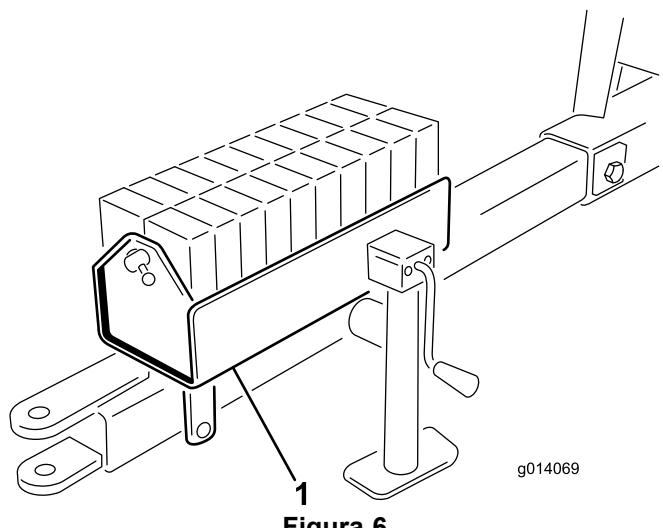

Figura 6
4. Montate la scatola della zavorra sull'attacco di traino con (2) bulloni da 1/2 x 5-1/2 poll. e dadi di bloccaggio e fissate.
5. Riempite la scatola della zavorra con i pesi, quindi montate la barra e il perno (Figura 6).